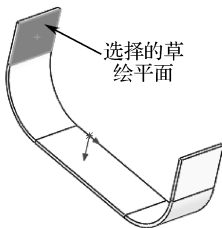
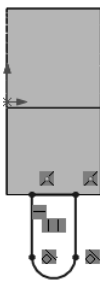

图 9-18 选择的草绘平面
图 9-19 草绘的图元
- 03** 单击“钣金”工具栏中的“基体法兰/薄片”按钮, 或者选择菜单栏中的“插入”→“钣金”→“基体法兰”命令, 然后选择如图 9-18 所示的平面作为绘图基准面, 并绘制如图 9-19 所示的草图。